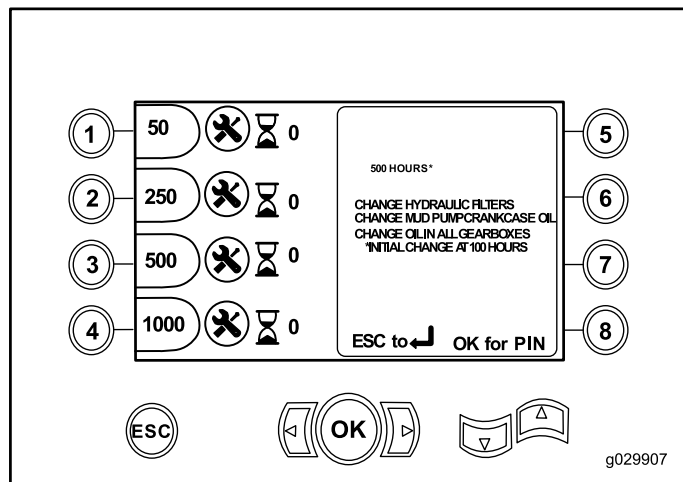

Рисунок 14
- Кнопка 3 – после наработки 500 часов (Рисунок 14)